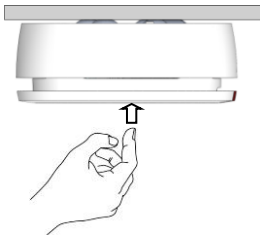

Figura 12
1. Premere il coperchio energicamente (*vedere Figura 12*). Se il rivelatore funziona correttamente, verrà attivato un allarme incendio (*vedere Indicatori Acustici e Ottici*) e un evento di allarme verrà trasmesso al sistema ricevente.